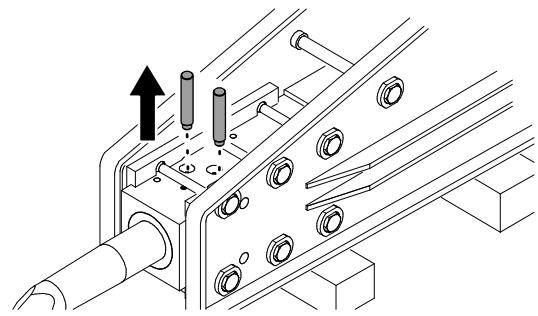

Figura 6
3. Remova os pinos de retenção (Figura 6).